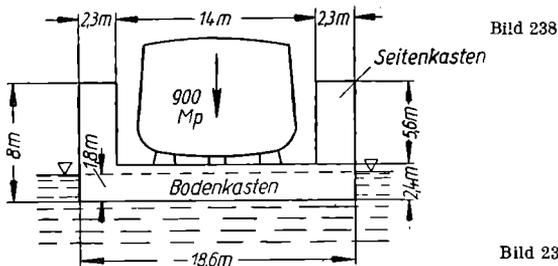
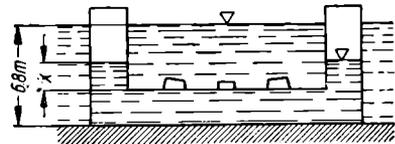

Bild 238
Bild 239
51. Ein Schwimmdock (Bild 238) besteht aus einem prismatischen geschlossenen Bodenkasten von 18,6 m Breite, 2,4 m Höhe und 45 m Länge und zwei aufgesetzten Seitenkästen von je 2,3 m Breite, 5,6 m Höhe und derselben Länge. Durch Einlassen von Wasser in den Bodenkasten und in den unteren Teil der beiden Seitenkästen wird das Dock versenkt (Bild 239), so daß das zu dockende Schiff einfahren kann. An den Stirnenden bleibt das Dock offen. Hierauf wird das Wasser aus den Kästen durch die im oberen Teile der Seitenkästen liegenden Pumpen „gelenzt“, d. h. ausgepumpt. Der zunehmende Auftrieb des Außenwassers hebt dann das Dock samt dem Schiff aus dem Wasser heraus (Bild 238). Das Schiff kommt auf Stapelklötzen zum Aufliegen und wird für Ausbesserungsarbeiten zugänglich. Wie groß ist a) der Auftrieb des gehobenen Docks (Bild 238), wenn die Eintauchtiefe 1,8 m beträgt, b) das Eigengewicht des Docks, wenn das gehobene Schiff 900 Mp schwer ist, c) der Auftrieb, den das versenkte Dock vom Außenwasser erfährt (Bild 239), wenn seine untere Bodenfläche bei tiefster Tauchung 6,8 m unter dem Wasserspiegel liegt? d) Wieviel Wasser muß in die Kästen eingelassen werden, damit das Dock untersinkt? e) Welche Höhe x erreicht dabei der Wasserstand in den Seitenkästen? f) Welche Wassermenge müssen die Pumpen sekundlich fördern, um das Dock in $1\frac{1}{2}$ Stunden zu heben?